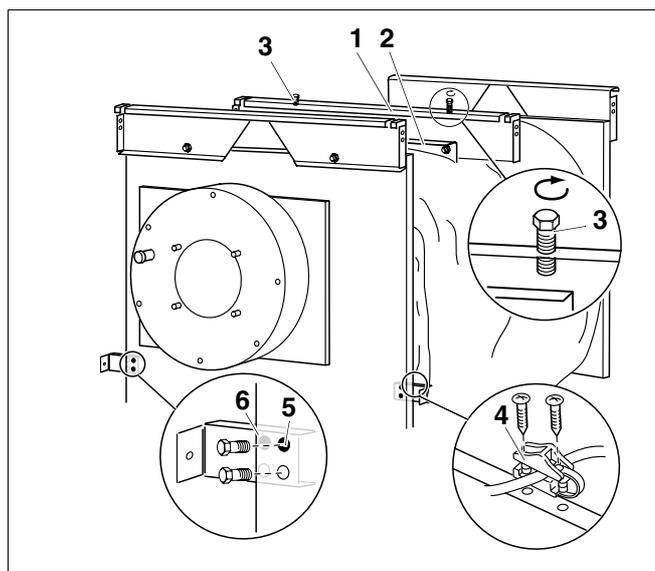

Fig. 10 Fermo antitrazione
- Avvitare dall'alto 2 viti M8 x 80 (fig. 10, **pos. 3**) nella traversa centrale (fig. 10, **pos. 1**) senza stringere.
- Fissare la traversa centrale (fig. 10, **pos. 1**) in alto sul giunto di supporto (fig. 10, **pos. 2**) con 2 viti, 2 rondelle e 2 dadi.
Controllare che il bordo ripiegato della traversa centrale (fig. 10, **pos. 1**) sia rivolto verso il lato anteriore.
- Inserire il fermo antitrazione (fig. 10, **pos. 4**) nella traversa sul lato in cui si trova la cerniera della porta del bruciatore e posare il cavo del bruciatore.
- Fissare il fermo antitrazione con 2 viti (fig. 10, **pos. 3**).